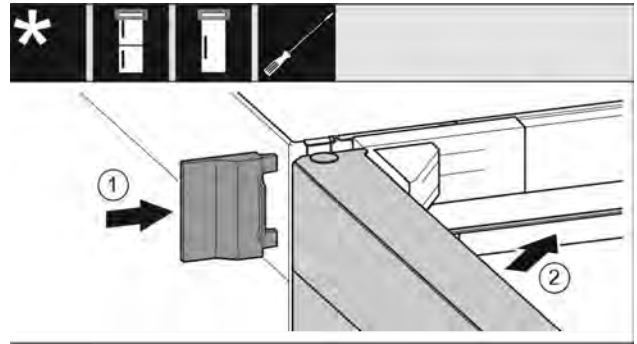

Fig. 34
- ▶ Надвиньте внешнюю крышку. Fig. 34 (1)
- ▶ Закройте верхнюю дверь. Fig. 34 (2)